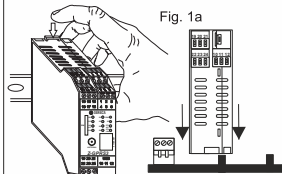

Fig. 1a
- 2) Introducir el conector trasero IDC10 del módulo en una ranura libre del accesorio para el carril OMEGA como se muestra en la fig. 1a. (la introducción es unívoca porque los conectores son polarizados)
- 3) Para fijar el módulo al carril OMEGA, apretar los dos ganchos ubicados a los lados del conector posterior IDC10 como se muestra en la fig. 1a.